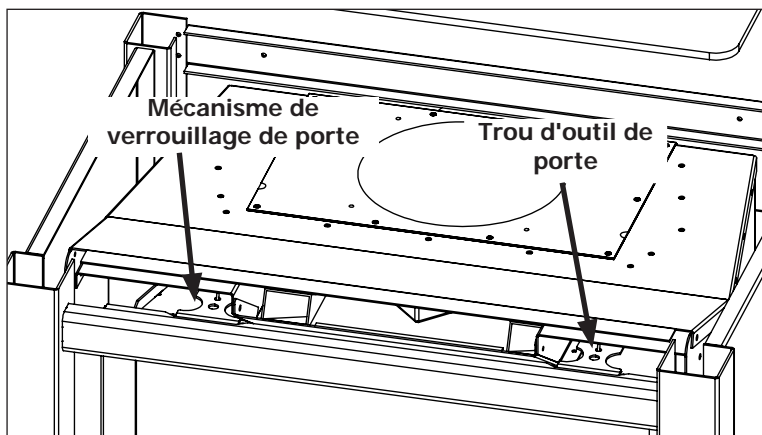
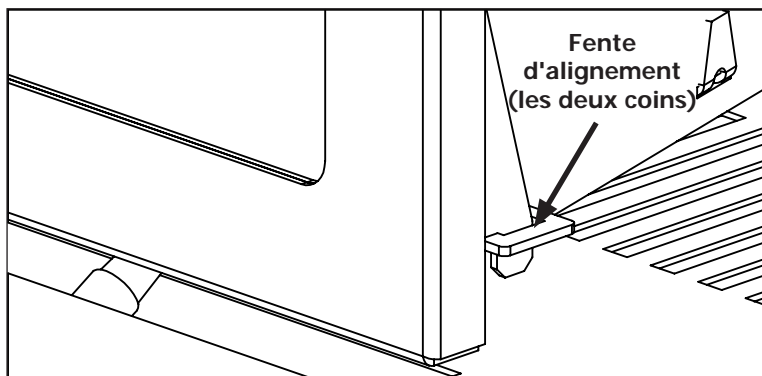

Figure 18: Loquets supérieurs pour porte en verre
Figure 19: Fentes d'alignement inférieures pour porte en verre
Pour installer l'ensemble de bûches et pour un nettoyage régulier, la porte vitrée doit être retirée. La façade doit d'abord être retirée, comme indiqué dans la section ci-dessus, avant d'accéder aux loquets de la porte. Il y a deux (2) mécanismes de verrouillage de porte sur le dessus de la porte vitrée, comme illustré à la Figure 18. Chaque loquet a un trou à l'avant pour utiliser l'outil de porte, fourni avec l'appareil, pour tirer les mécanismes vers le haut et vers le haut. Lorsque les loquets supérieurs sont décrochés, penchez la porte vers l'avant, puis soulevez-la hors des fentes d'alignement dans les coins inférieurs du foyer, comme illustré à la Figure 19.